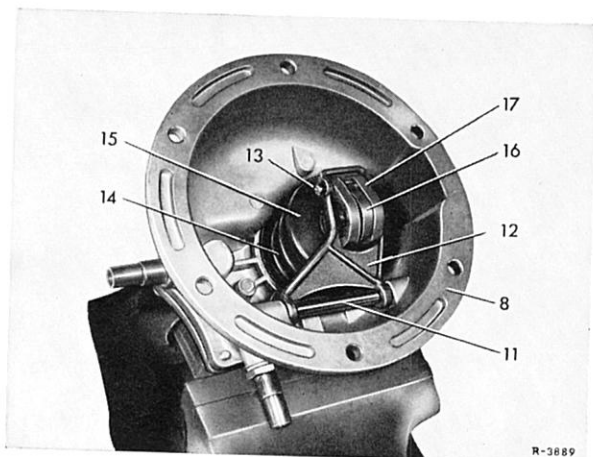

Bild 42–10/13
- 3 Vorderen Federteller (23) und beide Druckfedern (14) und (21) von der Membranstange (17) abnehmen (Bild 42–10/12).
- 4 Verschlussschraube für die Schwinghebelachse herausschrauben, Achse (11) mit einer Zange aus dem Pumpengehäuse herausziehen und Schwinge (12) mit Membranstange (17) abnehmen (Bild 42–10/13).
- 5 Sicherungsring vom Lagerbolzen (13) abnehmen und Lagerbolzen aus der Schwinge (12) herausziehen.
- 6 Führungsbüchse (22) von der Membranstange (17), danach hinteren Federteller (15) abnehmen (Bild 42–10/12).
- 7 Hinteren Federteller (15) auf die Membranstange (17) auflegen und Führungsbüchse (22) aufpressen (Bild 42–10/12).
- 8 Membranstange (17) an der Schwinge mit den Lagerbolzen (13) befestigen und Sicherungsringe einsetzen (Bild 42–10/13).
- 9 Vorderen Federteller (23) in das Pumpengehäuse einlegen und beide Druckfedern einsetzen. Membranstange mit aufgelegtem hinteren Federteller (15) und aufgepreßter Führungsbüchse (22) in den vorderen Federteller einführen, Schwinge einsetzen und Lagerbolzen eindrücken. Verschlussschraube für den Lagerbolzen mit neuer Dichtung einschrauben.
- 10 Unterdruckpumpe an die Montageplatte anschrauben und Membranstange (17) mit der Druckschraube auf das Maß „a“ = 23 mm vorspannen. Dabei darauf achten, daß die Federn richtig in den Federtellern sitzen.
- 13 Vor dem Anbau der Unterdruckpumpe die Maße „a“ und „b“ kontrollieren (Bild 42–10/2 bis 4).